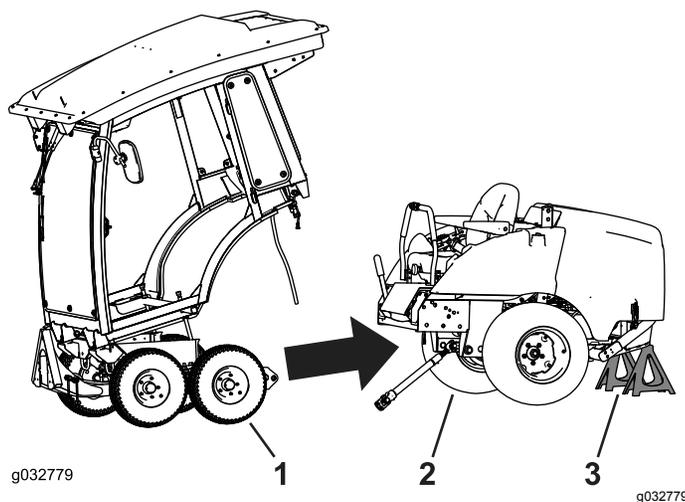

Figura 68
1. Allineate il telaio invernale sul telaio della macchina e fatelo rotolare indietro (Figura 68).
3. Usate cavalletti metallici per sostenere la macchina (Figura 68).